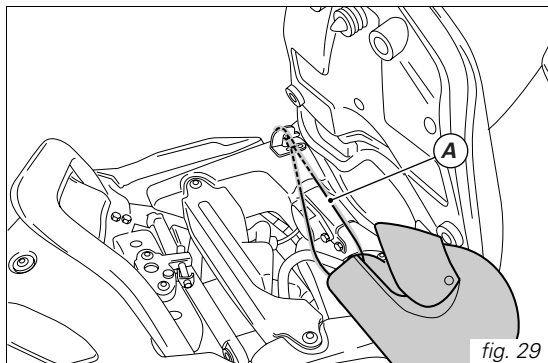

fig. 29
Sotto la sella passeggero si trova il gancio per il cavetto porta casco. Far passare il cavetto (A) nel casco ed inserirne nel gancio le estremità. Lasciare appeso il casco sul lato sinistro (fig. 29) e rimontare la sella per fissarlo.